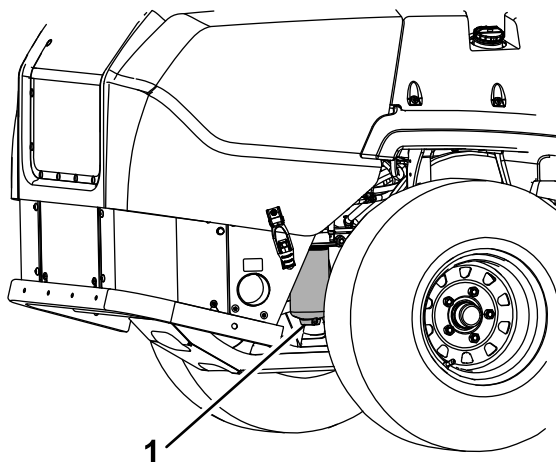

Figure 43
3. Placez un bac de vidange sous le filtre à carburant et dévissez le bouchon de vidange d'environ un tour (Figure 43).